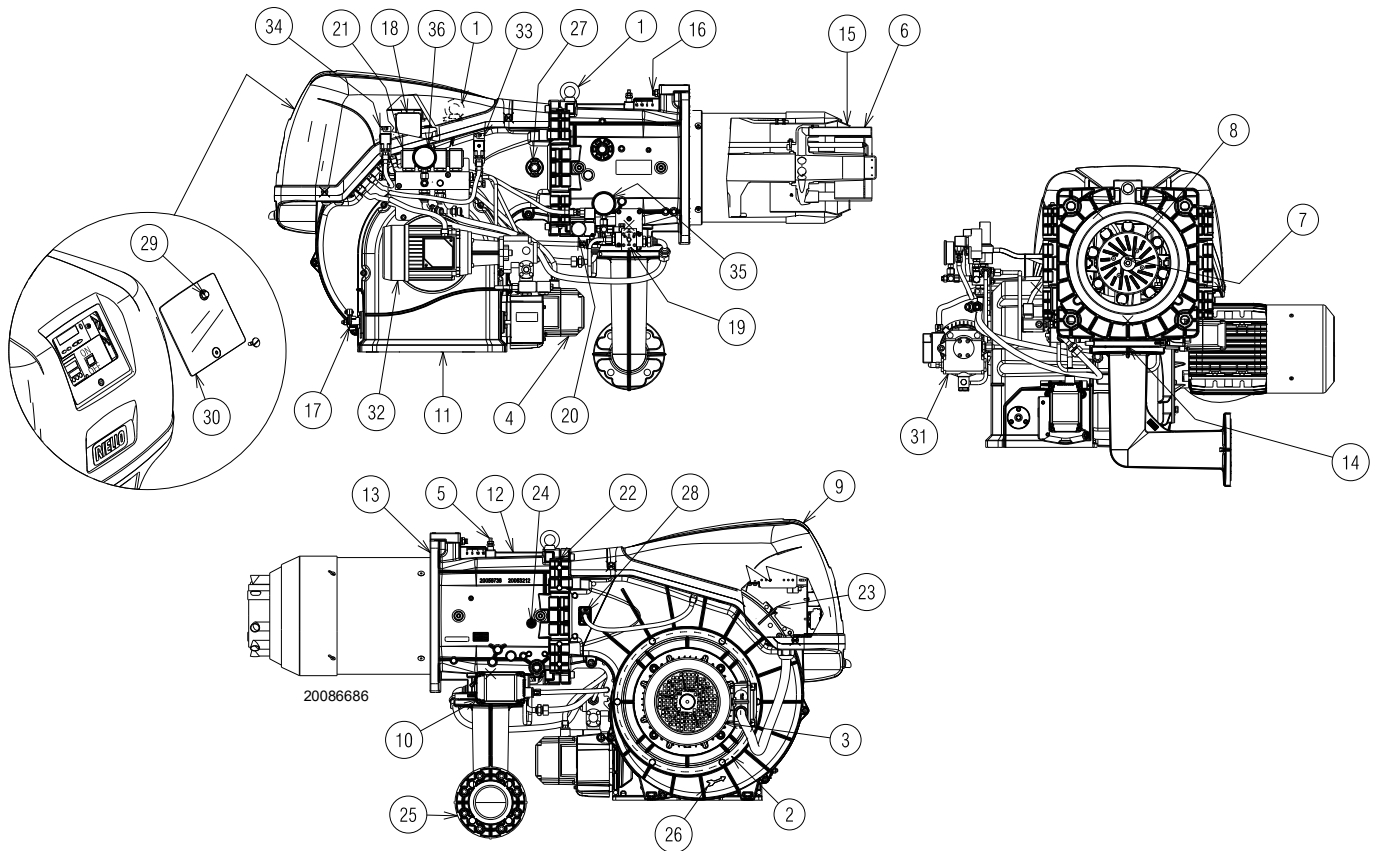

Fig. 4
- (1) Conditions de référence: Température ambiante 20° C - Température du gaz 15° C - Pression barométrique 1013 mbar - Altitude 0 m s.n.m.
(2) Pression à la prise du pressostat 5)(Fig. 4 à la page 11) avec pression zéro dans la chambre de combustion et à la puissance maximale du brûleur.
(3) Pression sonore mesurée dans le laboratoire de combustion du constructeur, avec le brûleur fonctionnant sur la chaudière d'essai, à la puissance maximale. La Puissance sonore est mesurée selon la méthode «Free Field», prévue par la Norme EN 15036 et la classe de précision «Accuracy: «Category 3», comme décrit par la Norme EN ISO 3746».